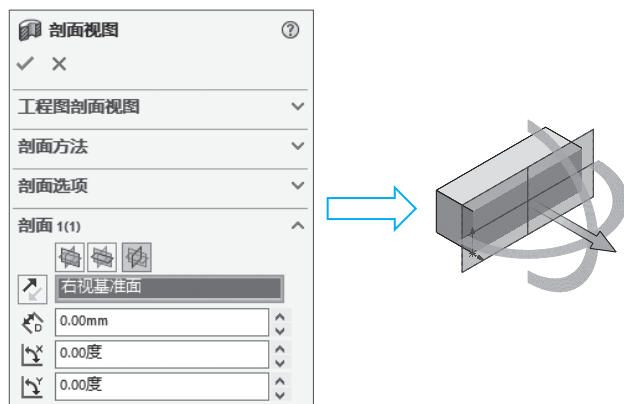

图 1-10 显示截面
理器，选择【剖面 1 (1)】，单击【确定】按钮，即可显示截面，如图 1-10 所示。